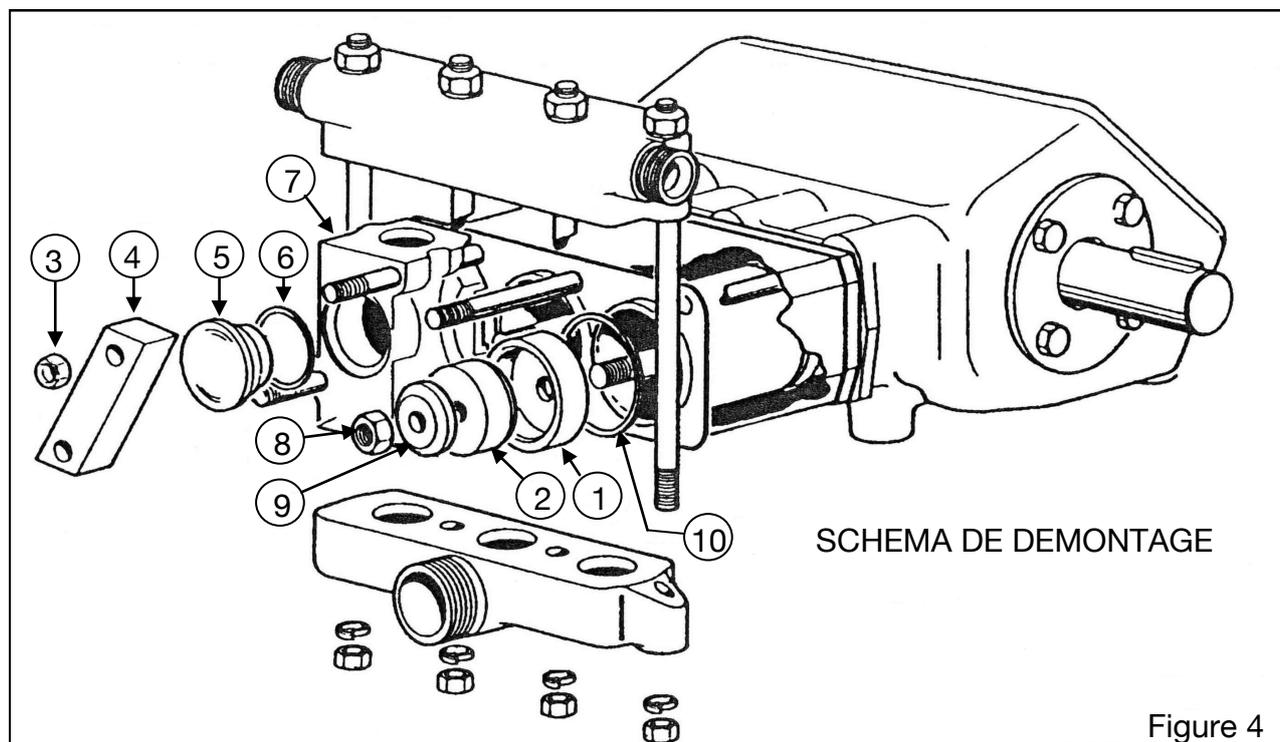

Figure 4
- Vérifier l'état des 3 coupelles de pistons (1) et les bagues (2) (figure 4) :
- Dévisser les 6 écrous (3).
- Retirer les 3 barrettes (4).
- Retirer les 3 bouchons et joints (5) et (6) ainsi que les 3 culasses (7).
- Dévisser les écrous (8).
- Retirer les 3 rondelles (9), les 3 coupelles (1) et bagues d'expansions (2).
- Remonter l'ensemble après avoir changé les 3 joints nylon (10) entre culasses et cylindres.